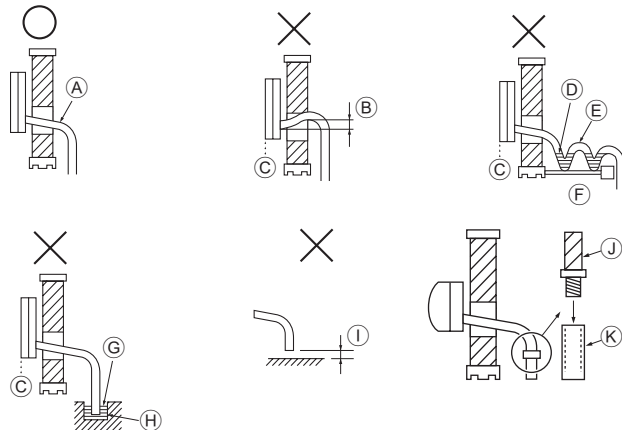

Fig. 5-1
- ① Conduit de gaz
- ② Conduit de liquide
- ③ Câble de connexion intérieur/extérieur
- ④ Bande de feutre ③
5.1. Mise en place du tuyau d'écoulement (Fig. 5-1)